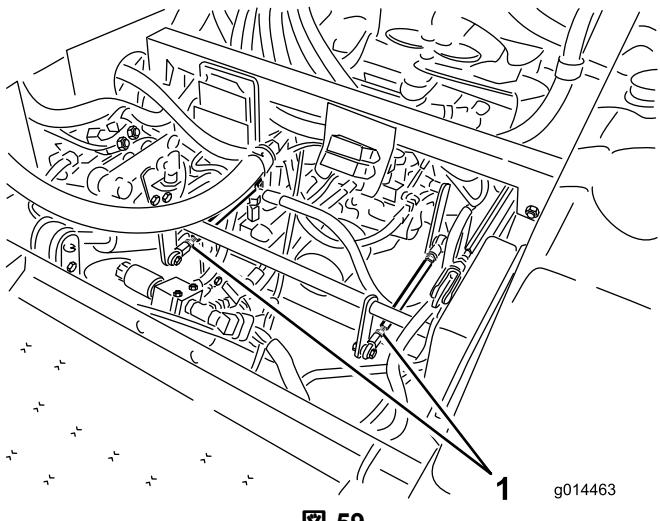

図 59
- 左後タイヤが回転している場合には、左側トランスミッション・コントロールロッドのジャムナットをゆるめる図 59。